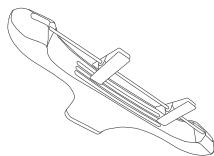

рис. 1
Воздушные вешалки (рис.1), предоставляемые в комплекте с паровым шкафом, предназначены специально для данного прибора. Другие вешалки использовать не рекомендуется, чтобы избежать деформации одежды.
1. Снимите крышку HEPA фильтра (рис.1).